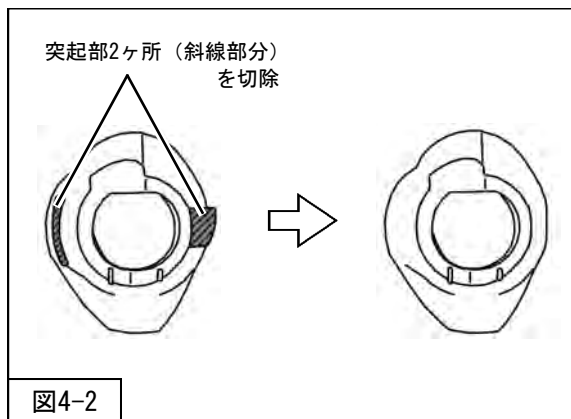

図4-2
2. 純正ロアマウンティングラバーの突起部2ヶ所を切除してください。(図4-2)